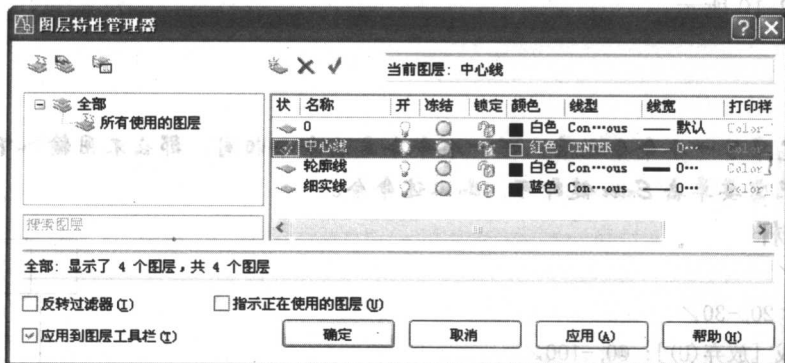

图 2-8 设置图层
(7) 用相同的方法再建立另一个新层,命名为“轮廓线”。“轮廓线”层的颜色设置为黑色,线型为 Continuous (实线),线宽为 0.30 毫米。并且让两个图层均处于打开、解冻和解锁状态,各项设置如图 2-8 所示。